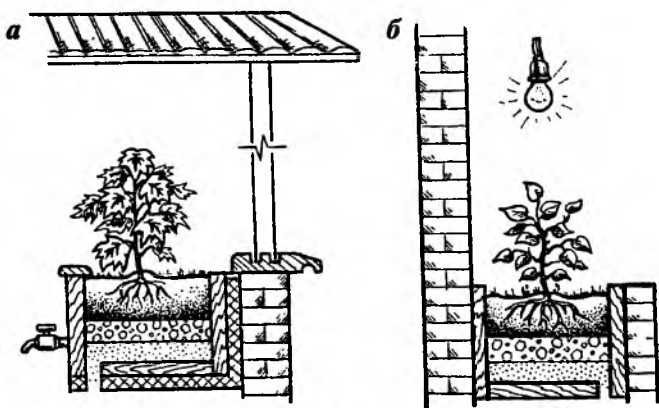

Рис. 11.1
По типам конструкций зимние сады можно разделить на миниатюрные и настоящие. Миниатюрные зимние сады обычно имеют маленькую площадь и расположены внутри жилых помещений. Настоящий зимний сад — это обычно отдельная пристройка к жилому дому, в которой может размещаться терраса с садовой мебелью (столы, шезлонги, кресла и т. п.), водоем или бассейн, спортивный уголок и т. п. Пример планировки большого зимнего сада приведен на рис. 12.2. На рис. 11.1 приведены типы миниатюрных зимних садов.
2. Зимний сад размещают в выносном эркере окна (рис. 11.1 а). Обычно это окно кухни, гостиной, холла и т. п. Высота такого зимнего сада определяется высотой окна (стандартное окно 130—150 см высотой), эркер можно вынести на 60—90 см. Наружную стену и дно такого сада необходимо теплоизолировать.
4. Зеленые растения с подсветкой значительно обогатят темные помещения дома, например коридор, ванную комнату (рис. 11.1 б). Растения высаживают на высоту 60 см от пола. Лампу для освещения устанавливают, на высоте 120 см от уровня земли, чтобы она освещала только цветник. Ширина такого зимнего сада должна быть не более 40—60 см. Высаживают в нем теневыносливые растения.